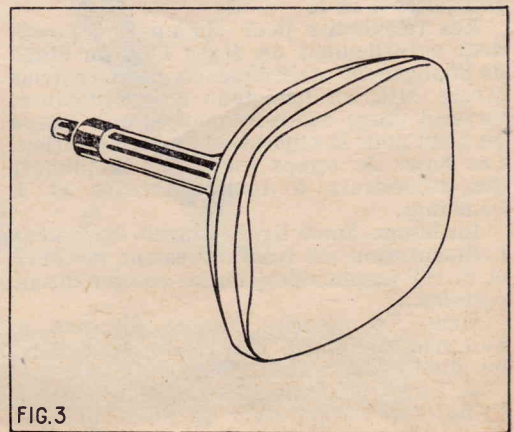

FIG. 3
La figure 3 donne son aspect et la figure 4 son brochage. On voit, sur cette dernière que la cathode (broche 2), le wehnelt (broche 5), le filament (broches 3 et 4 marquées H) et l'anode de concentration (broche 7 marquée $G_2 G_4$) sont disposées comme dans les tubes normaux. L'anode finale (A) est connectée sur le bouton latéral. Il n'y a pas d'anode 1 ce qui simplifie encore l'utilisation du tube 8YP4.